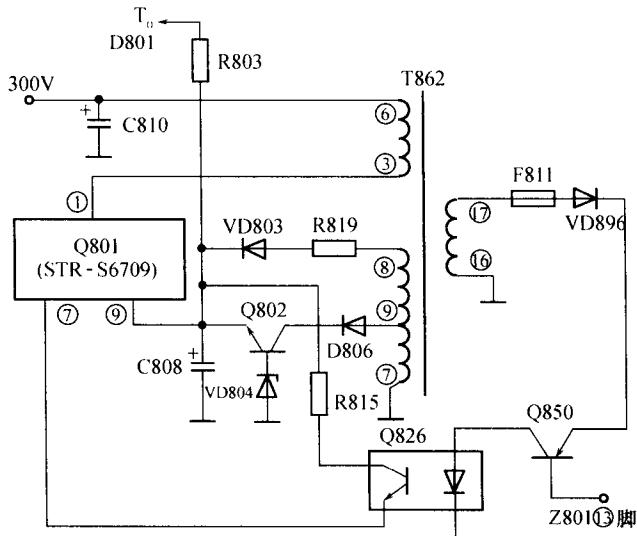

图 1-2 43N9UXC 主电源电路
分析检修:红灯亮,说明待机电源正常,测主供电滤波电容两端电压,只有 20V。断开熔断器 F809,切断主电压的负载电路,主电压 20V 不变,说明故障部位应在由 Q801 等组成的主电源电路。因电源输出电压低,根据经验怀疑保护模块 Z801 内部的取样电路有故障,更换 Z801(HC1016),但故障依旧。对主电源模块 Q801(STR-S6709)进行测量,如图 1-2 所示,发现①脚电压为 300V,并且关机后,此电压回落很慢;Q801 的⑨脚电压是 6.6V,为 Q801 的⑨脚提供工作电压的 Q802 的 c 极电压低,为 6V 左右,而正常应在 20V 左右。主电压降低为 20V,分析认为 Q801 已经起振,由于某种原因使得 Q801 振荡减弱,使输出电压降低。开关电源振荡减弱的原因有以下几种: